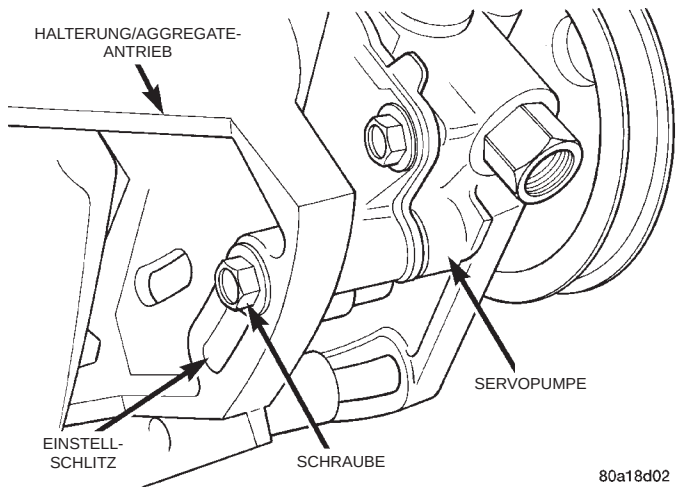
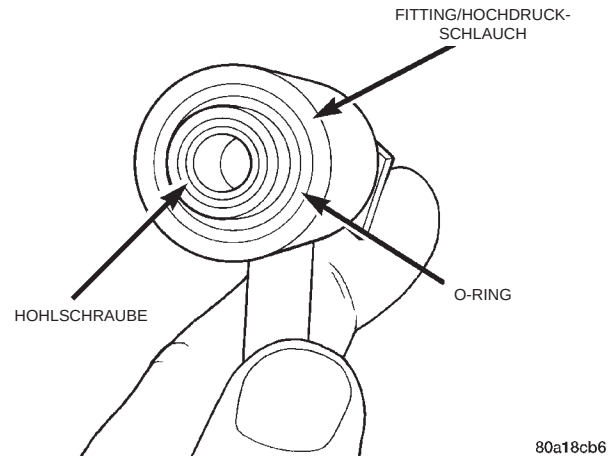

**Abb. 38 Hintere Befestigungsschraube der Servopumpe**
**Abb. 40 O-Ring in Hohlverschraubung montiert**
(9) Die Schraube am Einstellschlitz (Abb. 38) lösen, mit der die Rückseite der Servopumpe an der Aluminiumhalterung (Aggregateantrieb) befestigt ist.
(3) Die Schraube locker eindrehen, mit der die Servopumpe an der hinteren Halterung befestigt wird (Abb. 38).
(4) Mit einem fusselfreien Tuch die Öffnungen des Schlauchs und der Servopumpe sauberwischen.
(5) Neuen O-Ring in den Anschluß des Hochdruckschlauchs einsetzen (Abb. 40).